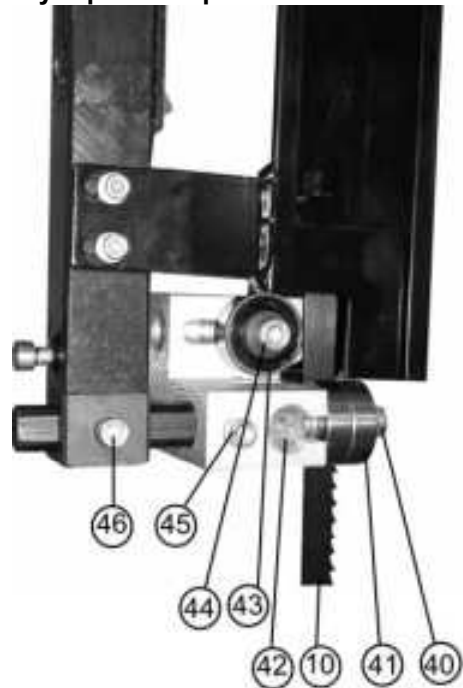
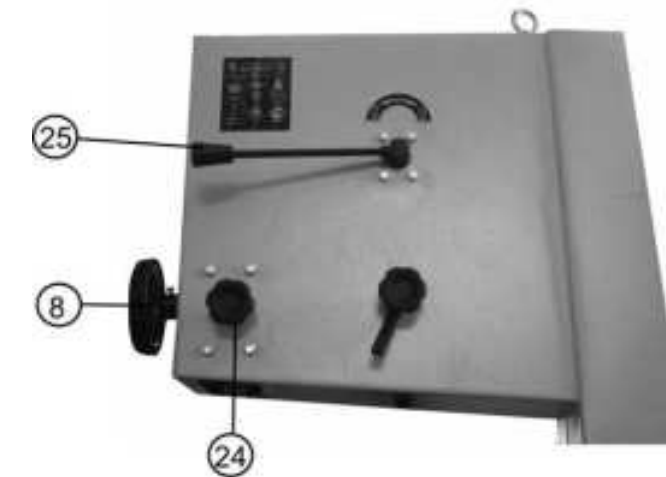

Рис. 13
Рис. 15
#### 11.5. Регулировка верхней и нижней направляющих пильной ленты (Рис. 13, 14)
11.6.1. Для выполнения качественной работы, уменьшения нагрузки на пильную ленту (10) и обеспечения техники безопасности при выполнении пиления заготовки, нижний край направляющих подшипников (41) верхней направляющей (45) необходимо установить на высоте не более 3 мм от заготовки, Рис. 13.
11.6.2. Ослабьте фиксацию винта (24), вращением маховика перемещения направляющей (8) установите и зафиксируйте винтом (24), Рис.15, необходимое положение верхней направляющей (45), Рис.13.